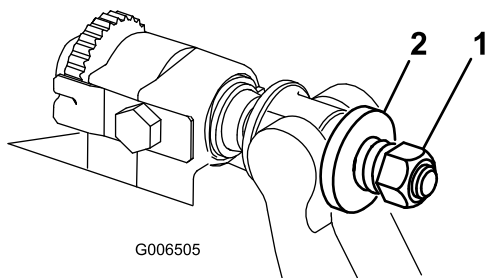

Bild 40
4. Ziehen Sie die Federspannungsmutter an, bis die Feder zusammengedrückt ist, drehen Sie sie dann um eine halbe Umdrehung heraus (Bild 40).